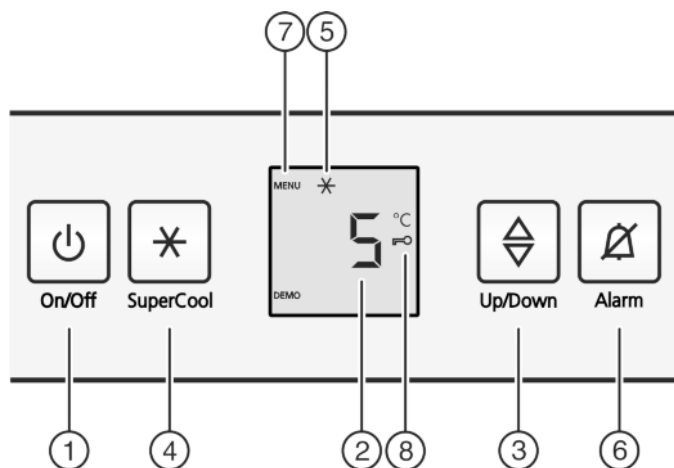

Fig. 2
- ▶ Nacisnąć przycisk On/Off Fig. 2 (1).
- ▶ Nacisnąć i przytrzymać przycisk SuperCool Fig. 2 (4) przez ok. 5 sekund.
- ▷ Na wskaźniku pojawia się symbol menu Fig. 2 (7).
- ▶ Krótco potwierdzić przyciskiem SuperCool Fig. 2 (4).
- ▷ Na wskaźniku świeci symbol zabezpieczenia przed dziećmi Fig. 2 (8).
- ▶ Krótco wcisnąć przycisk On/Off Fig. 2 (1).
- ▶ Nacisnąć przycisk Alarm Fig. 2 (6).
▶ Wywoływanie funkcji temperatury: Nacisnąć przycisk ustawiania *Fig. 2 (3)*.
▶ Zmiana temperatury krokami po 1 °C: Tyle razy naciskać przycisk ustawiania *Fig. 2 (3)*, aż na wskaźniku temperatury pojawi się żądana temperatura.
▶ krótko nacisnąć przycisk SuperCool *Fig. 2 (4)*.
▷ Na wskaźniku świeci symbol SuperCool *Fig. 2 (5)*.
▷ Na wskaźniku gaśnie symbol SuperCool *Fig. 2 (5)*.